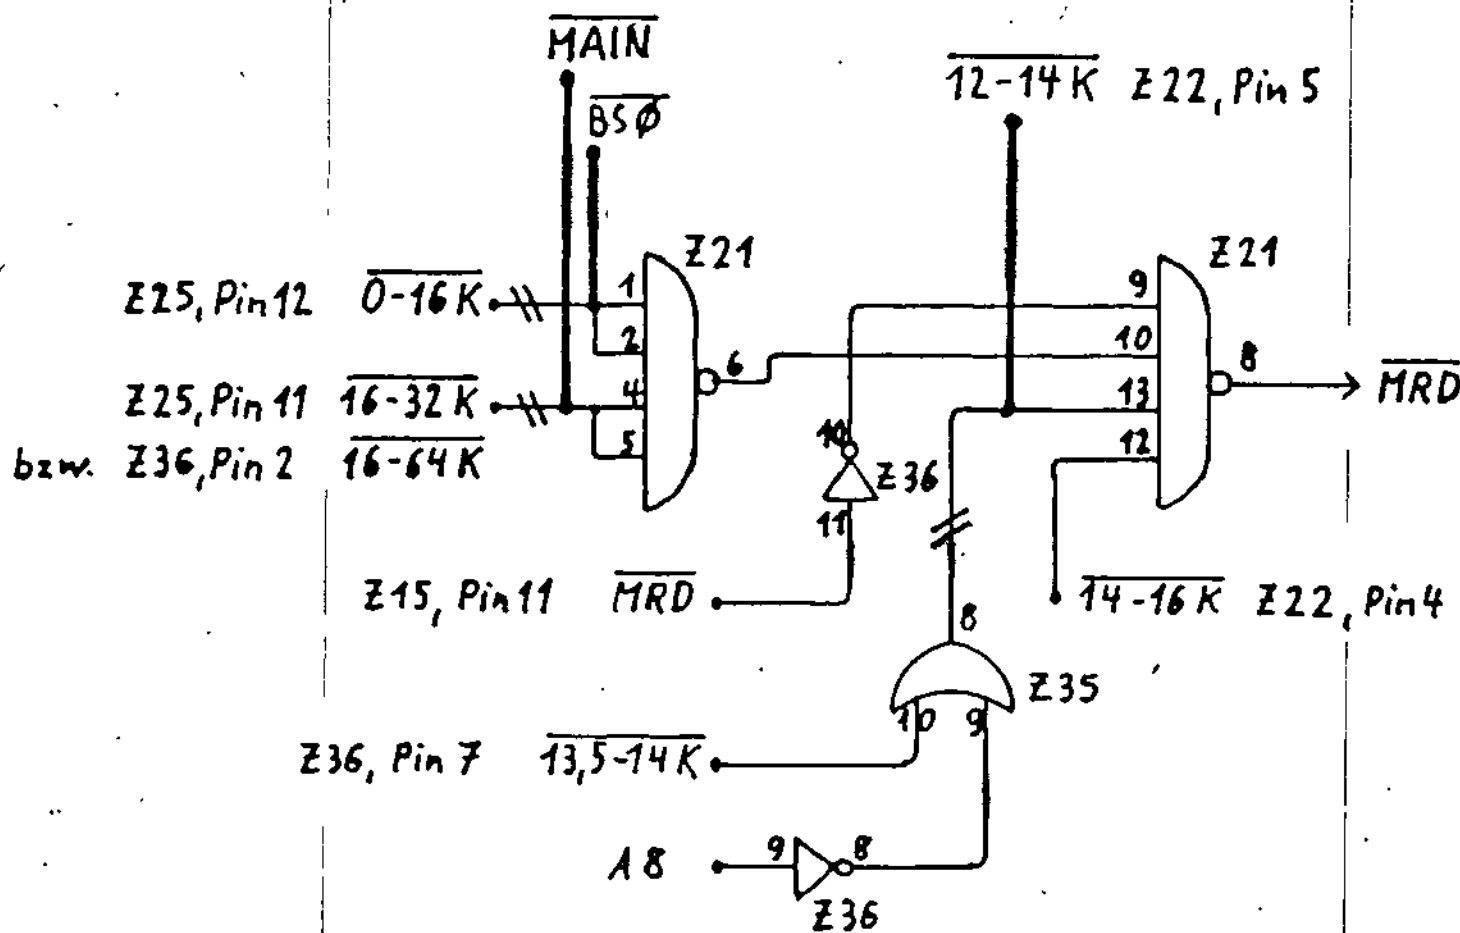

Abb.11 Ausblenden des Speicherbereiches 3700 H - 37FF H im-Sonder-ROM über die Freigabe des Speicherlesetreibers (im Service Manual nicht dokumentiert)
4) Das Ausblenden des Bereiches 3700H bis 37FFH erfolgt nicht durch die \overline{OE} -Freigabe sondern durch die Freigabe der Speicherlesetreiber. Dies wird durch eine im Schaltplan des Service Manuals nicht dokumentierte Schaltung (Abb. 11) erreicht.